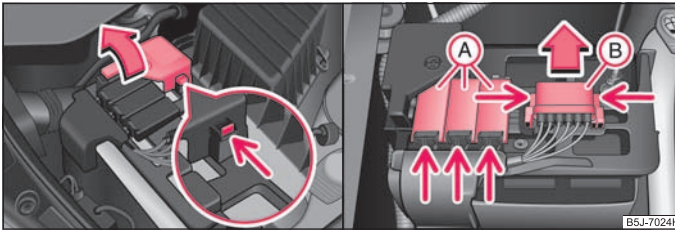

Abb. 161 Batterie: Aufklappen der Pluspol-Abdeckung / Sicherungsdeckel
- Klappen Sie die Pluspol-Abdeckung (+) auf ⇒ Abb. 161.
- Drücken Sie auf die Verrastungen der Sicherungsabdeckungen (A) ⇒ Abb. 161 rechts und klappen Sie die Abdeckungen auf.
- Drücken Sie die Verrastungen der Sicherungsabdeckung (B) gleichzeitig zusammen und schieben Sie die Abdeckung in Pfeilrichtung heraus.
- Einige Fahrzeuge sind nur mit der Abdeckung (B) ausgestattet ⇒ Abb. 161. ■